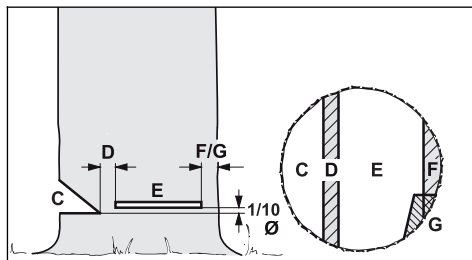

Рис. 18
– ширина недопила: около  $1/10$  диаметра ствола (рис. 18);
С помощью основного пропила (рис. 18, поз. E) дерево заваливается.
–  $1/10$  (мин. 3 см) диаметра ствола над основанием подпила (рис. 18, поз. C).
Удерживающий ремень (рис. 18, поз. F) или защитный ремень (рис. 18, поз. G) подпирает дерево и предохраняет его от преждевременного падения.
Выбрать подходящие клинья для валки деревьев в зависимости от диаметра ствола и от ширины разреза (основного пропила (рис. 18, поз. E)).